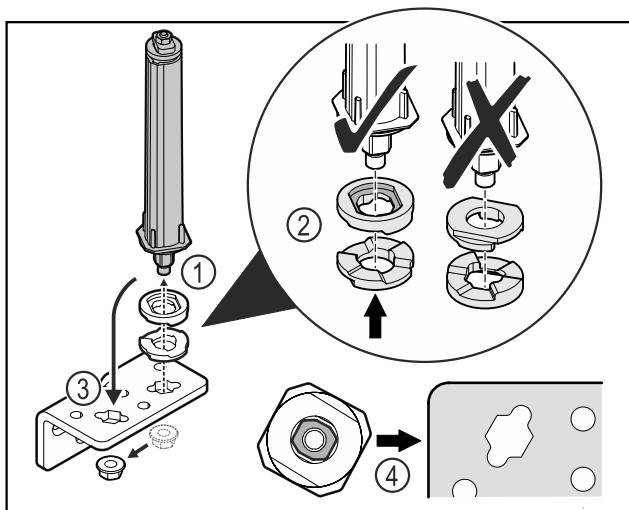

Fig. 23
- ▶ Отпустите гайку и демонтируйте систему закрытия двери Fig. 23 (1).
- ▶ Учитывайте правильность выравнивания шайб для регулировки высоты Fig. 23 (2).
- ▶ Переставьте систему закрытия двери в шарнирном уголке и зафиксируйте гайкой Fig. 23 (3).
- ▶ При установке учитывайте правильность выравнивания системы закрытия двери Fig. 23 (4).